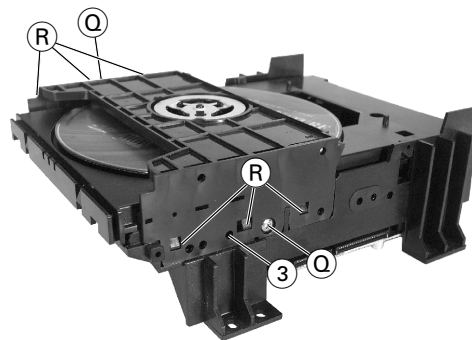

Fig. 8
- 2 Schrauben **ⓐ** (Fig. 8) herausdrehen.
- Rastnasen **Ⓡ** (Fig. 8) lösen und Laufwerkoberteil abnehmen.
- Undo the 2 screws **ⓐ** (Fig. 8).
- Undo the locking lugs **Ⓡ** (Fig. 8) then remove the top part of the drive mechanism.